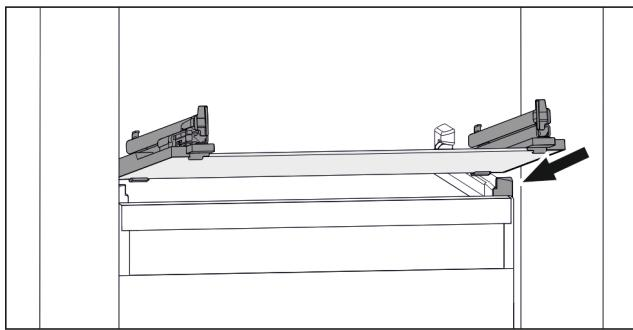

Fig. 66 Приближене відображення скляної пластини
- Встановити скляну пластину за стопорами навскоси. (див. Fig. 66)